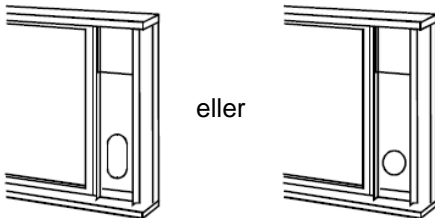

Bild 14
3. Skär till skumpackningen (självhäftande) till rätt längd och för fram den upptill på fönstret. Visas på bild 14.